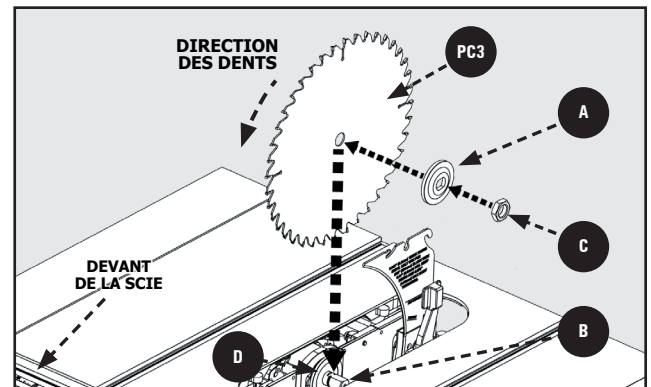

FIGURE 8
6. Placer la lame **PC3** sur l'axe d'entraînement **B** avec les dents de la lame tournées vers l'avant de la scie. Placer la Rondelle de la lame extérieure **A** sur l'arbre avec le grand côté de la rondelle contre la lame, puis fixer la lame avec écrou **C**. Voir également la Figure 8.